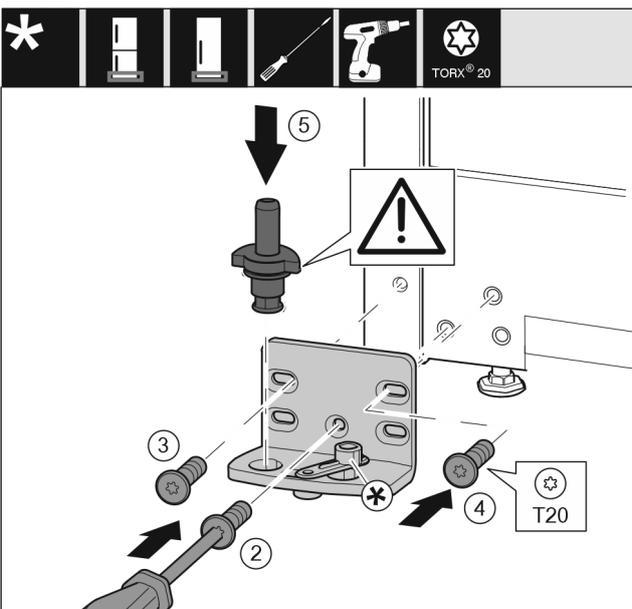

Fig. 20
- Applicare il blocco di supporto sull'altro lato e avvitarlo con l'aiuto di un cacciavite. Iniziare dalla vite Fig. 20 (2) in basso al centro.
- Stringere la vite Fig. 20 (3) e la vite Fig. 20 (4).
- Inserire completamente i perni di supporto Fig. 20 (5). Facendo ciò assicurarsi che la camma di arresto sia rivolta all'indietro.